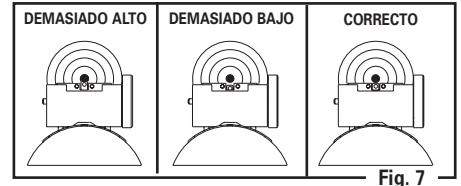

Fig. 7
- El rifle está apuntado correctamente cuando el punto de mira está posicionado exactamente en la ranura del alza. El extremo superior de la hoja del punto de mira debe estar nivelado con el extremo superior de la ranura en el alza. El blanco debe parecer apoyado sobre el extremo superior del punto de mira (Fig. 7).